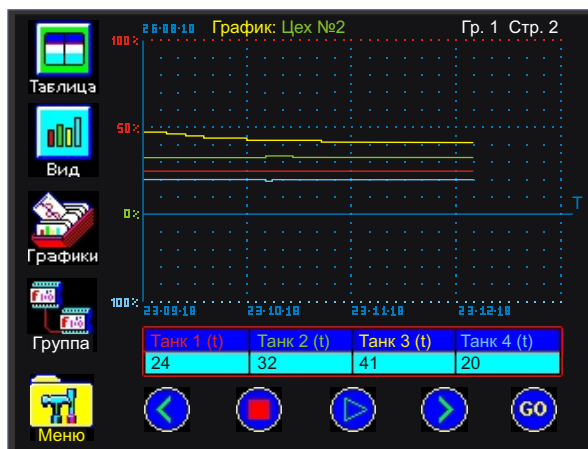

Рис. 143. Меню "Процесс" (Блок "График").
Окно **Имя графика** относится ко всем каналам. В нем присваивается имя, которым озаглавляется система координат, в которой происходит построение графиков (Рис. 143). Имя может состоять из 12-ти знаков.
В окне **Имя канала** присваивается имя данному каналу, которое будет индцироваться в таблице соединений входов-выходов (Рис. 141) и меню Процесс (Рис. 143).
9.6.5 В меню **Процесс** блок График представлен в виде системы координат, горизонтальная ось которой отображает реальное время, а вертикальная - величину параметра или сигнала в процентах от установленной шкалы (Рис. 143).